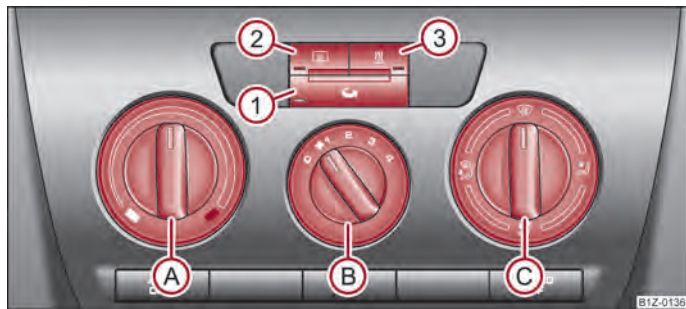

Fig. 93 Încălzirea: Elementele de comandă
- Rotiți regulatorul rotativ (A) ⇒ fig. 93 spre dreapta pentru a mări temperatura.
- Rotiți regulatorul rotativ (A) spre stânga pentru a reduce temperatura.
- Elementele de comandă Ⓐ, Ⓑ, Ⓒ și tasta ① ⇒ fig. 93.
- Apăsați tasta - lampa de control din tastă ⇒ fig. 93 se aprinde.
Când regulatorul Ⓒ se află în poziția ⇒ fig. 93, recircularea aerului este oprită automat. Prin apăsarea repetată a tastei puteți porni recircularea aerului și în această poziție.